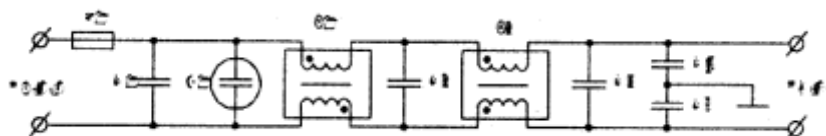

Рис. 4. Схема заградительного фильтра
*Входной фильтр.* Типовая схема заградительного фильтра источника питания системного модуля (рис. 4) включает элементы, предназначенные для подавления синфазной и дифференциальной составляющей помехи. На входе фильтра включен конденсатор С1, далее напряжение питания сети переменного тока подается на блок питания системного модуля через сетевой индуктивно-емкостной фильтр. Конденсатор С2 и дроссель L1 с соответствующим (встречным) включением обмоток снижают дифференциальную составляющую помехи. Дроссель L2, конденсаторы С3...С5 подавляют обе составляющие помехи. Защита по току осуществляется предохранителем F1, который ограничивает ток нагрузки на уровне не более 1,25 номинального значения, а от превышения напряжения в сети (перенапряжения) осуществляется варистором Z1. При повышении напряжения питающей сети выше некоторого уровня сопротивление элемента Z1 резко уменьшается, вызывая срабатывание предохранителя. В качестве ограничителя пускового тока, а также для плавного заряда конденсаторов емкостного фильтра высоковольтного выпрямителя могут использоваться термисторы с отрицательным температурным коэффициентом.